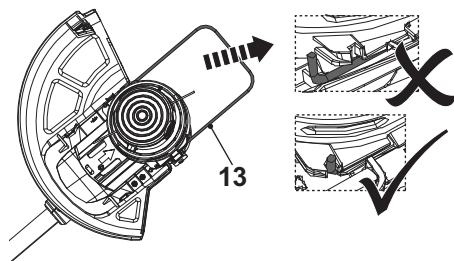

Fig. 12, posição de aparar/cortar bordos
1. Puxe o protetor de plantas (13) para fora até que este bloqueie em posição, para a operação de aparar/cortar bordos (Fig. 12).